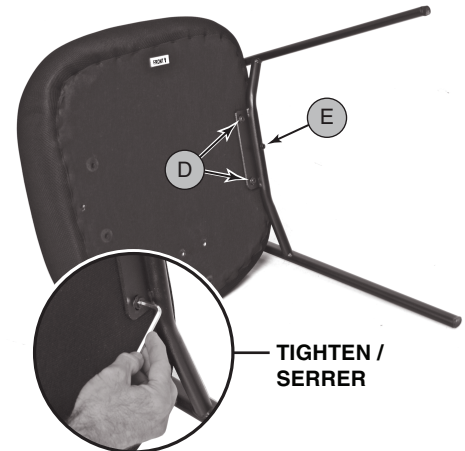

Figure 4
- Using two screws (D), one screw (E), and hex key (I), **loosely** attach the seat (B) to the metal leg (C), as shown in Figure 4. **With all 3 screws in place, TIGHTEN ALL SCREWS SECURELY.**
- À l'aide de deux vis (D), une vis (E), et de la clé hexagonale (I), fixer l'assise de siège (B) sur le pied métallique (C), comme illustré à la figure 4. **Avec les 3 vis en place, SERREZ FORTEMENT TOUTES LES VIS.**